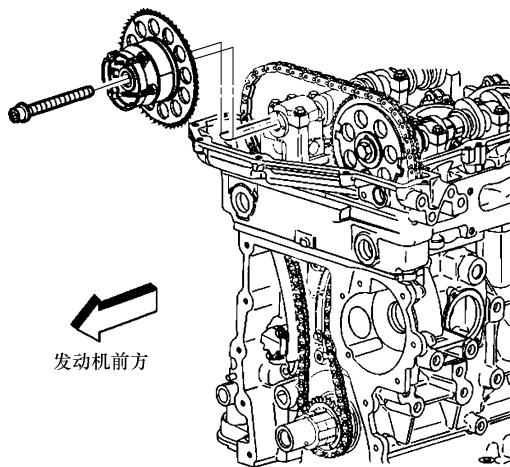

图 17-4 拆下排气凸轮轴位置执行器螺栓
- 10) 如图 17-4 所示，拆下排气凸轮轴位置执行器螺栓并将拆下的螺栓废弃。